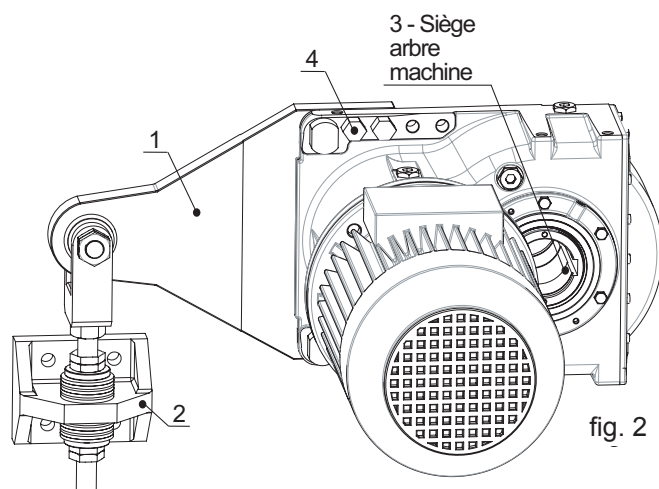

fig. 2
Ancrer le bras de réaction à la structure de la machine (pos. 2) et serrer avec les vis de fixation (classe minimum recommandée 8.8) en appliquant un couple de serrage comme indiqué sur la table "couples de serrage" paragraphe 9.1 (voir fig. 2).